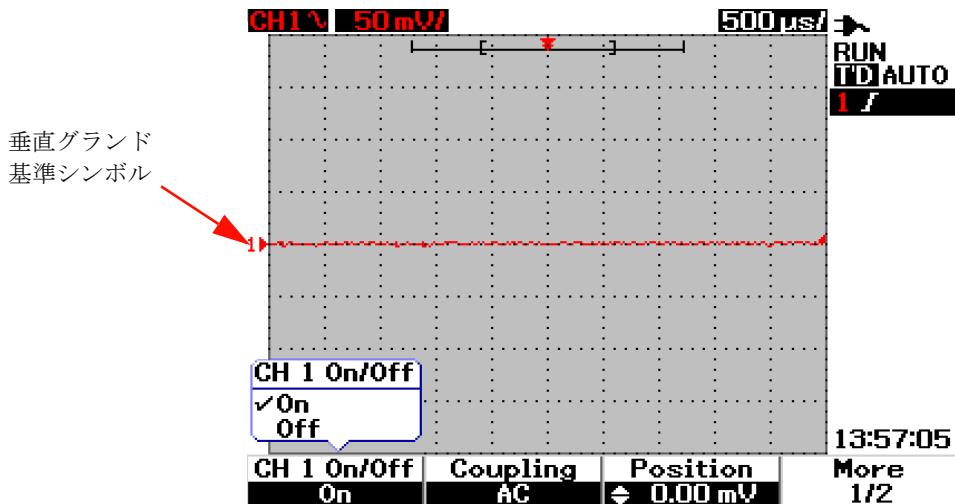

図3-2 OnまたはOffを選択して、波形表示をオン／オフします。
- 3 2つのチャネルのサブメニューは似通っています。図 3-2 にチャネル 1 の一般サブメニューを示します。チャネル1の波形表示をオンにするには、F1を押してプルアップ・メニューを表示します。